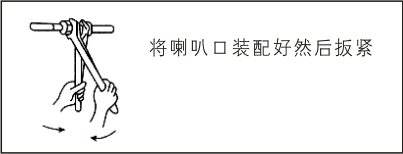

图 21
(3) 用两把扳手按图21那样双手用力且参照表(5)的扭矩牢固地扳紧。